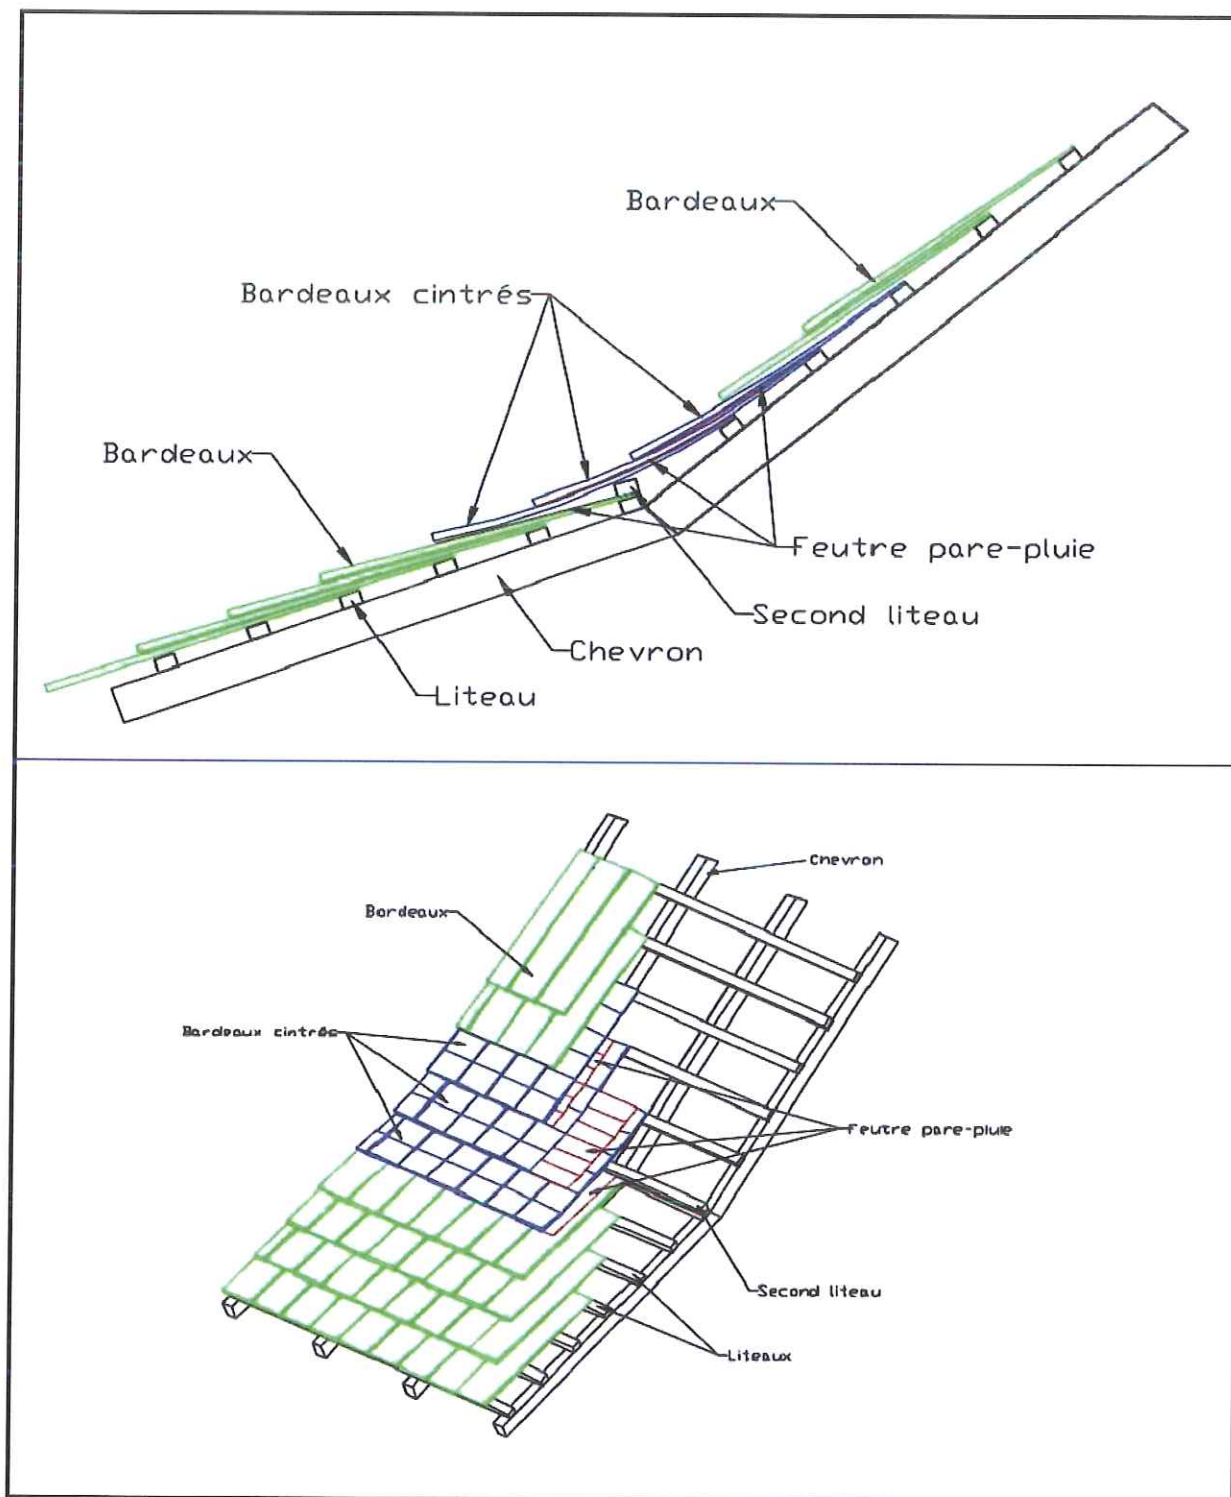

Figure 20 : ligne de bris sans raccord de pente en tôle.
- Sans raccord de pente : ( Cf. figure 20 )